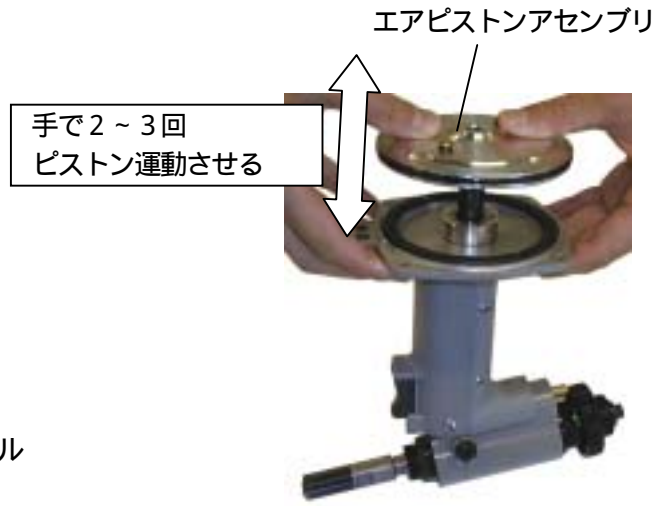

図6-8
- (6) エアピストンアッセンブリを引き抜き、再度油圧オイルを(4)の要領で注入し、フィルスクリュを仮締めして下さい。
- (7) エアピストンアッセンブリを押し込み、手で2~3回ピストン運動させた後、再度エアピストンアッセンブリを引き抜き、油面を確認してください。(図6-8)